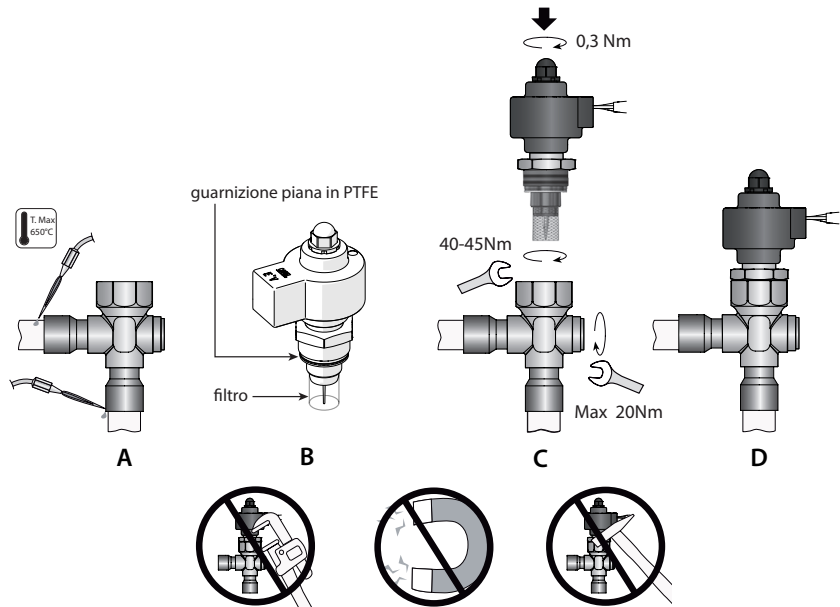

Fig. 2
Le valvole E²V-S/-H Unipolar devono essere saldate al circuito mediante brasatura dei raccordi in rame ai tubi di uscita condensatore (IN) e di ingresso evaporatore (OUT). Seguire la successione indicata in Fig. 2 procedendo in questo modo:
- Procedere alla saldatura orientando la fiamma verso l'estremità dei raccordi come da fig. 2 A (per una migliore brasatura senza alterare la tenuta della zona di saldatura tra corpo e raccordi utilizzare lega con temperatura di fusione inferiore a 650 °C o con tenore di argento superiore del 25 %).
- Verificare che il filtro in rete metallica sia inserito sulla boccola di ottone (Fig.2-B). In caso contrario, posizionarlo come in figura e portarlo in battuta. **Attenzione! Utilizzare il filtro solo in mono-direzionale con ingresso del fluido dal raccordo laterale. In caso di utilizzo della valvola in direzione contraria, prevedere apposito filtro nel circuito, togliendo quello fornito.**
- Avvitare nel corpo valvola la cartuccia in acciaio sull'apposito alloggiamento filettato con una chiave a forchetta da 24. Serrare la cartuccia portando la ghiera in battuta sul corpo valvola con una coppia di serraggio suggerita di 40-45 Nm (Fig. 2 C). Per favorire un più rapido assemblaggio della valvola, si consiglia di non smontare il motore dalla cartuccia. **Attenzione!** Nel caso in cui lo stelo filettato fuoriuscisse completamente dalla sede di lavoro della cartuccia procedere secondo la seguente operazione:
- A valvola fredda, avvitare sul corpo valvola la spia di flusso all'interno dell'apposito alloggiamento filettato (in linea con il raccordo trasversale) con una chiave esagonale da 17 mm verificando la presenza dell'O-ring (OR - 114, diametro interno 11,1 - spessore 1,78 mm - materiale: Neoprene) che ne garantisce la tenuta ermetica. Serrare la spia fino al raggiungimento del fine corsa meccanico del filetto (Fig. 2 C), con una coppia di massimo 20 Nm. **Attenzione!** Per garantire una migliore tenuta dell'assieme è consigliato l'utilizzo di O-ring in Neoprene (materiali diversi possono compromettere il corretto utilizzo dell'assieme) lubrificati con uno strato sottile di olio compatibile.
The Unipolar E²V-S/-H valves must be joined to the circuit by braze welding the copper fittings to the condenser outlet (IN) and evaporator inlet (OUT) pipes. Proceed as indicated in Fig. 2:
- Weld by aiming the flame at the ends of the fittings as shown in Fig. 2-A (for better braze welding without affecting the seal of the welded area between the body and the fittings, use alloys with a fusion temperature less than 650 °C or with a silver content above 25%);
- Make sure that the PTFE flat gasket is present in its seat (Fig. 2-B).
- Make sure that the metal mesh filter is inserted on the brass bushing (Fig.2-B). Otherwise, position it as shown in the figure and make sure it's properly in place. **Warning! Only use the one-way filter with fluid inlet from the connection side. If using the valve in the opposite direction, install a special filter in the circuit, removing the one supplied.**
- Tighten the steel cartridge in its threaded socket on the valve body using a 24 mm spanner. Tighten the cartridge on the valve body to a recommended tightening torque of 40-45 Nm (Fig. 2-D). For faster valve assembly, do not remove the motor from the cartridge. **Warning! If the threaded rod comes completely out of the cartridge, proceed as follows:**
- When the valve has cooled down, tighten the flow sight glass to the special threaded socket in the valve body (in line with the cross fitting) using a 17 mm Allen key, making sure the O-ring is fitted (OR - 114 –inside diameter 11.1 mm – thickness 1.78 mm – material: Neoprene) to ensure hermetic tightness. Tighten the sight glass to the end of the thread (Fig. 2 C), with maximum 20 Nm torque. **Warning!** To ensure better tightness of the assembly, use the Neoprene O-ring (other materials may affect the correct operation of the assembly) lubricated with a thin layer of compatible oil.